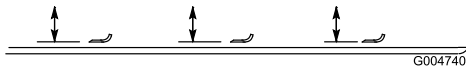

Figura 83
2. Gire la cuchilla hasta que los extremos estén orientados hacia adelante y hacia atrás (Figura 83). Mida desde el interior de la unidad de corte al filo de corte en la parte delantera de la cuchilla. Anote esta dimensión.